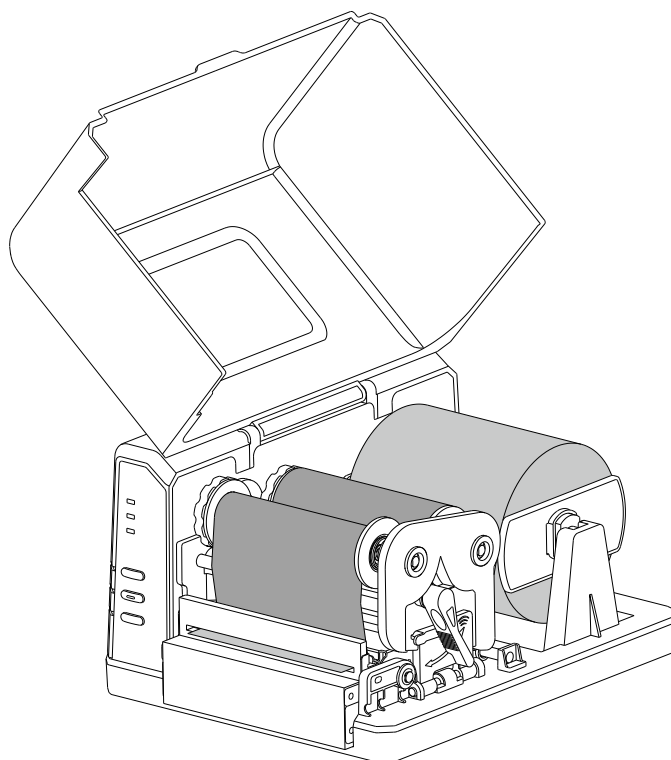

图 2-17
3. 关闭打印机电源，参考标准模式下的安装步骤，依次安装好碳带、纸卷，标签纸需从切刀穿出，如图 2-17 所示。